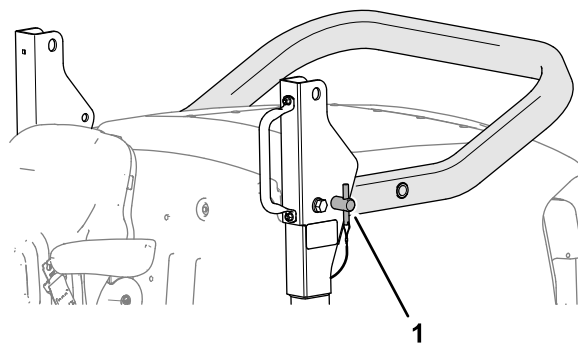

Figura 27
5. Inserte los pasadores de la barra antivuelco en los orificios inferiores de los soportes de giro (Figura 27).